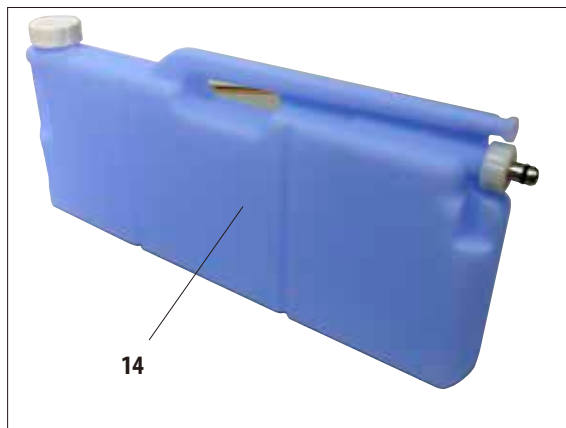

Fig. 52
- Recipientul de condens (**14**, Fig. 52) are exact aceeași formă și același design de conectare ca recipientul de sistem. Diferența constă în faptul că este fabricat din plastic albastru.